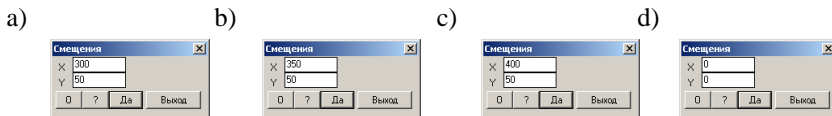

Рис. 5.30 Ввод координат точек обработки
3. Ввести в открывшемся диалоговом окне координаты операции, см. рис. 5.30 а) стр. 191. Нажать в диалоговом окне клавишу “Да” для подтверждения обработки в точке с указанными координатами.
4. Ввести в следующем диалоговом окне координаты второй точки обработки см. рис. 5.30 б). Нажать “Да” в диалоговом окне для подтверждения обработки.
5. Ввести в диалоговом окне координаты следующей точки обработки см. рис. 5.30 с). Нажать “Да” в диалоговом окне для подтверждения обработки.
6. Нажать “Выход” в диалоговом окне, см. рис. 5.30 d) для завершения ввода точек обработки внутри операции.
Примечание. По нажатию клавиши “Да” в диалоговых окнах на рис. 5.30 стр. 191 предварительная точка обработки отображается в 3D-модели.